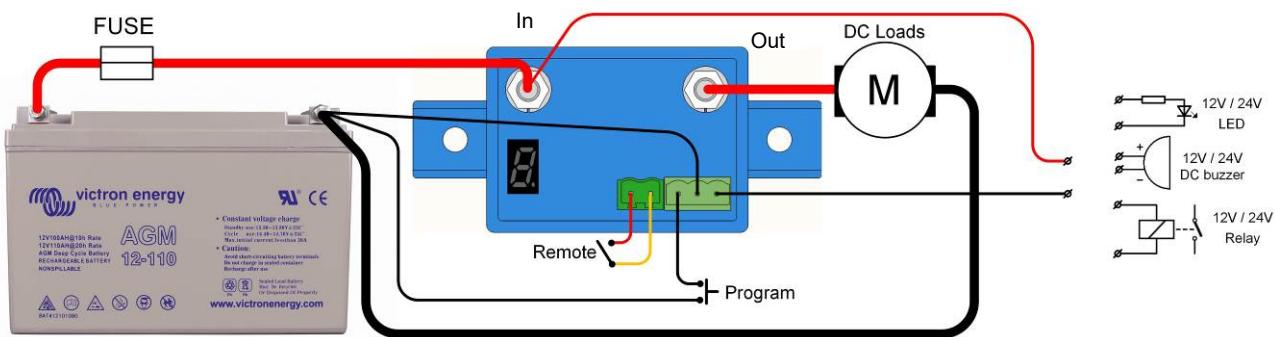

Figura 1 Diagrama de conexión del BP-65
1. El BatteryProtect (BP) deberá instalarse en una zona bien ventilada y preferiblemente cerca de la batería (50 cm como máximo), ipero no sobre ella, para evitar los posibles gases corrosivos que desprende! La caída de tensión provocada por un cable de sección inferior a la adecuada o por su excesiva longitud entre el positivo de la batería y el BP puede dar lugar a una alarma de cortocircuito al iniciarse la carga, o a una desconexión inesperada.
8. Puede conectarle un interruptor remoto on-off al conector bifásico (ver figura 1) o entre el pin 2-1 del conector bifásico y el positivo de la batería.
9. Puede conectarse una señal acústica, LED o relé entre la salida de alarma y el positivo de la batería (ver figura 1). Carga máxima sobre la salida de alarma: 50 mA (a prueba de cortocircuitos).